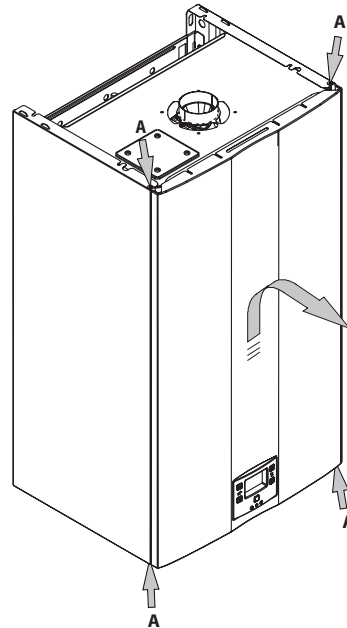

Figura 8.1
- Togliere le viti **A**. Rimuovere il pannello frontale tirandolo a sè (Figura 8.1).